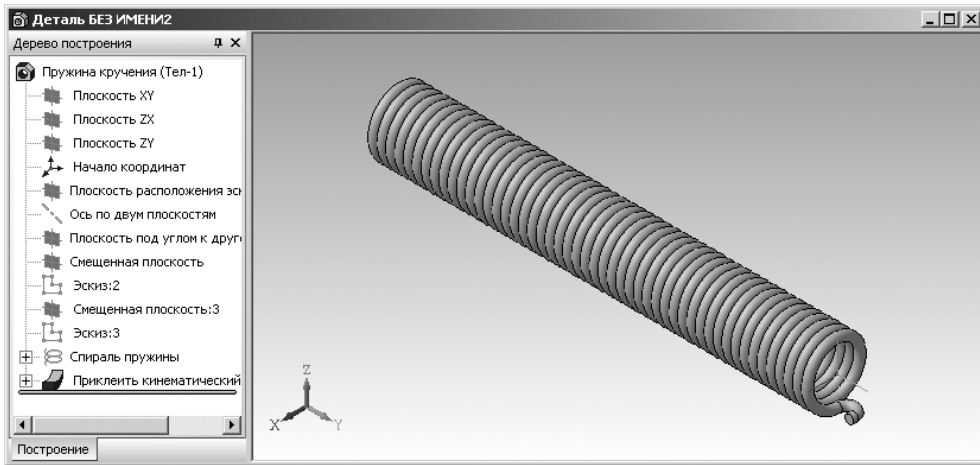

Рис. 4.105. Изображение трехмерной модели пружины кручения
- щелкните в диалоговом окне **Построение пружины** по кнопке  – **Построение пружины**. Появится графическое изображение трехмерной модели только что рассчитанной пружины кручения, см. рис. 4.105.